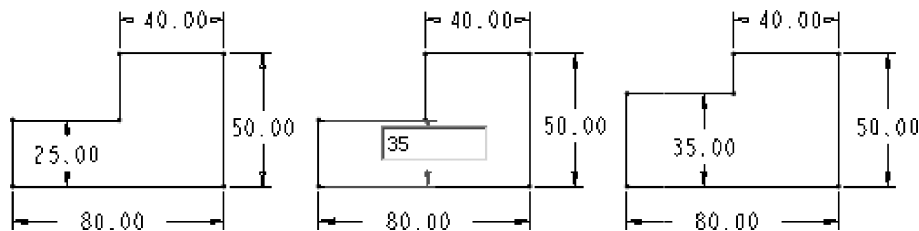

图 3-95 修改单个尺寸
- 在需要修改的尺寸数字上双击，出现组合框，在其中输入尺寸数字，在组合框外单击鼠标中键或者按〈Enter〉键完成修改，如图 3-95 所示。这种方式每次只能修改一个尺寸。